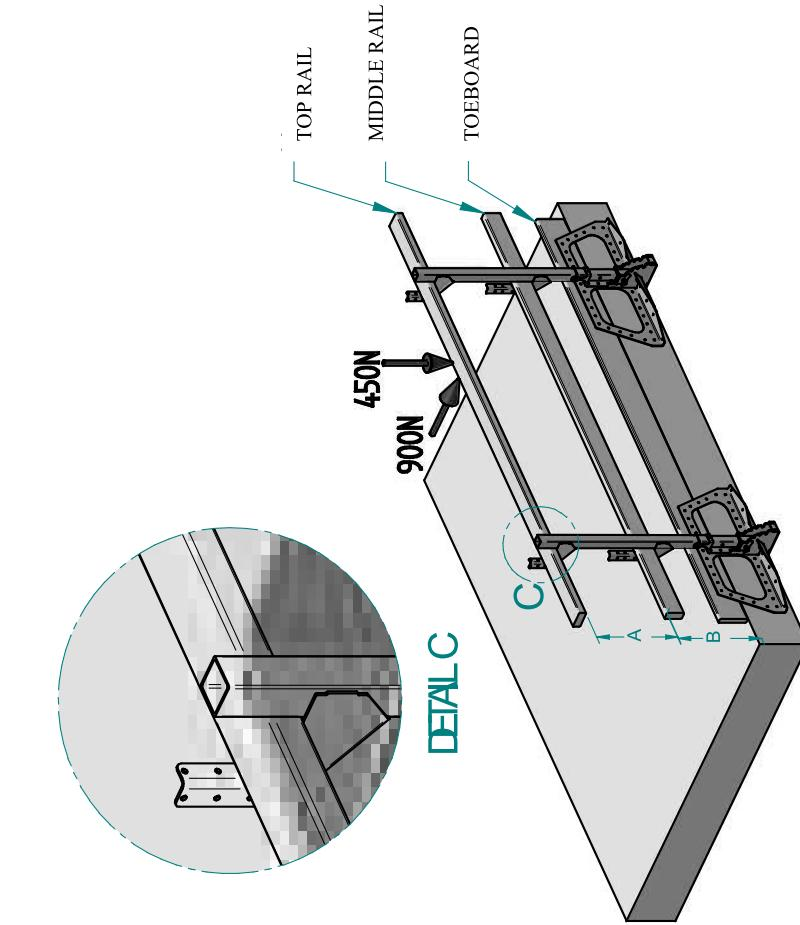

Figure 6
- B. Ensure that the top rail is between 1 and 1.2 meters (*Height A of figure 6*) above footing where workers are to stand.
- C. Attach middle rail which is at least 75 millimeters wide at mid-height (Height B of figure 6).
- a. It can resist a concentrated horizontal force of 900 newtons (200 lbf) applied to any point of the top rail. (*See figure 6*)
- b. It can resist a concentrated vertical force of 450 newtons (100 lbf) applied to any point of the top rail. (*See figure 6*)
- c. It includes all essential elements; bottom, middle and top guard rails. (*See figure 6*)
- a. Peut résister à une force horizontale concentrée de 900 newtons (200 lbf) appliquée à n'importe quel point de la lisse supérieure (Voir figure 6)
- b. Peut résister à une force verticale concentrée de 450 newtons (100 lbf) appliquée à n'importe quel point de la lisse supérieure (Voir figure 6).
- c. Comporte tout les éléments essentiels ; plinthe, lisse intermédiaire et lisse supérieure. (Voir figure 6).
- b. S'assurer que la lisse supérieure se trouve entre 1 mètre et 1,2 mètre (**Hauteur A de la figure 6**) au dessus de l'aire où les travailleurs se trouvent.
- c. Fixer une lisse intermédiaire à mi-hauteur de la lisse supérieure (**Hauteur B de la figure 6**).